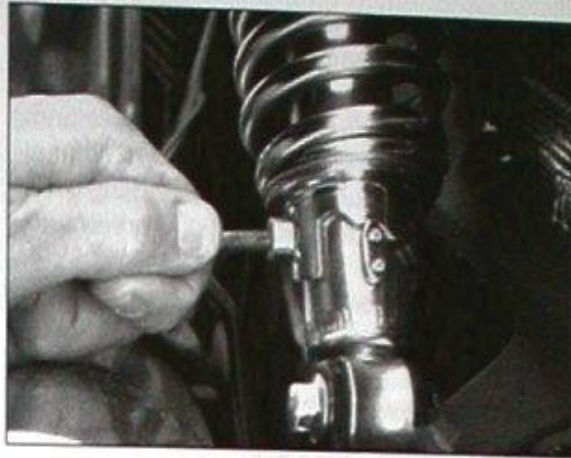

Bild 66
- Federvorspannung am Einsteller ① Bild 66 einstellen: